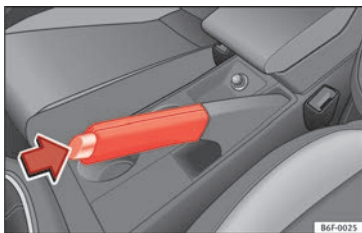

Fig. 176 Frein à main entre les sièges avant.
– Serrez le frein à main à fond en tirant le levier vers le haut » fig. 176.
– Soulevez légèrement le levier du frein à main, appuyez sur le bouton de déblocage dans le sens de la flèche » fig. 176 et abaissez le levier au maximum » ⚠.